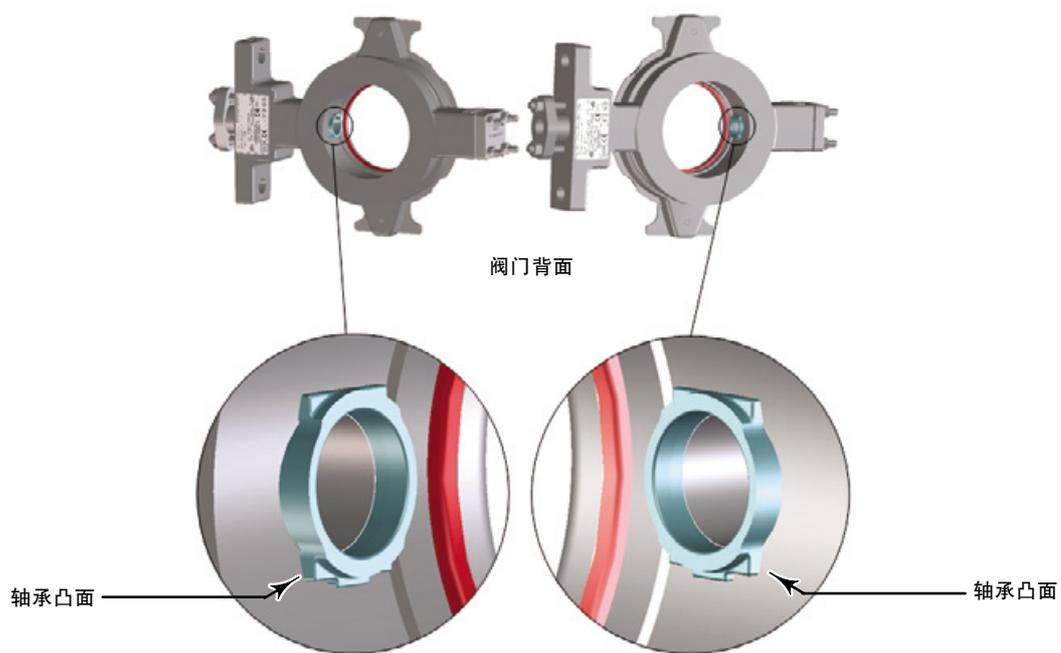

图5. 轴承凸面的方向
为避免可能造成产品损坏，按照以下步骤安装时确保轴承翼片朝向正确。轴承的正确方向可参考图5。
1. 如果需要新轴承（件号6），请将它们在阀体中安装并确定其方向，参见图5。确保轴承完全座合，并解除到阀体的内径。